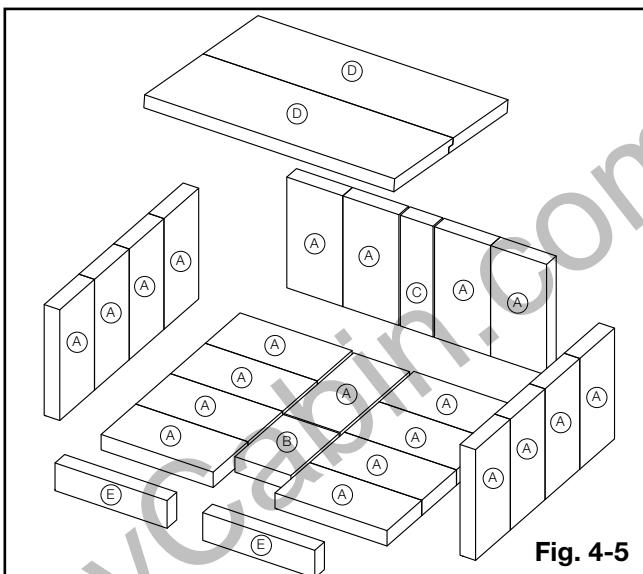

Fig. 4-5
Avec l'installation de l'appareil et la cheminée complété, déplacez les briques en place comme illustré ci-dessous (**Fig. 4-5**).
Placez brique (C) dans le centre, avec deux briques (A) sur chaque côté comme illustré (**Fig. 4-5**).